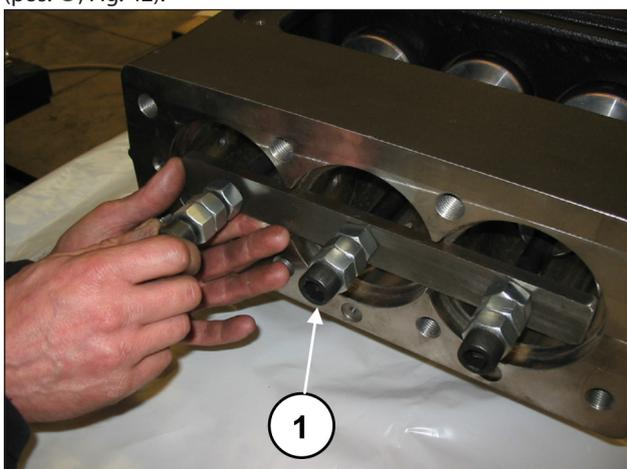
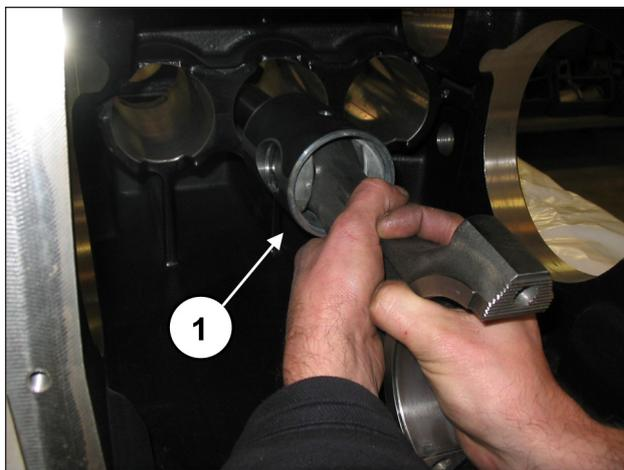

Fig. 41
Fig. 42
Procedere a svitare le viti dell'attrezzo cod. 27566200 per sbloccare le bielle (pos. ①, Fig. 41) e successivamente estrarre i gruppi biella-guida pistone dall'apertura posteriore del carter (pos. ①, Fig. 42).
Dopo aver verificato la perfetta pulizia del carter inserire il gruppo semibiella-guida pistone all'interno delle canne del carter (pos. ①, Fig. 42).
Bloccare i tre gruppi utilizzando l'apposito attrezzo cod. 27566200 (pos. ①, Fig. 41).
Rimuovere l'attrezzo per il bloccaggio delle bielle cod. 27566200 (pos. ①, Fig. 41) e far scorrere le bielle all'indietro fino ad arrivare a contatto con l'albero a gomiti. Inserire l'albero PTO premontato all'interno del carter (pos. ①, Fig. 56) inserendolo dalla parte opposta a quella in cui sono stati premontati l'anello esterno del cuscinetto e la bussola di lubrificazione cuscinetti.
Bloccare i tre gruppi biella utilizzando l'apposito attrezzo cod. 27566200 (pos. ①, Fig. 41).